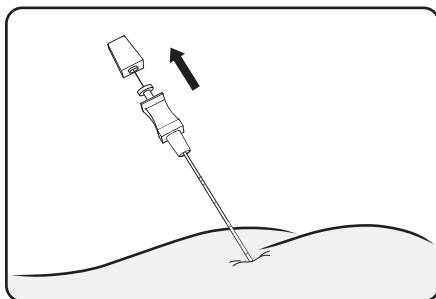

Figura 7. Retire el estilote de la aguja para el agujero
2. Retire el estilote de la aguja para el agujero (**Figura 7**).